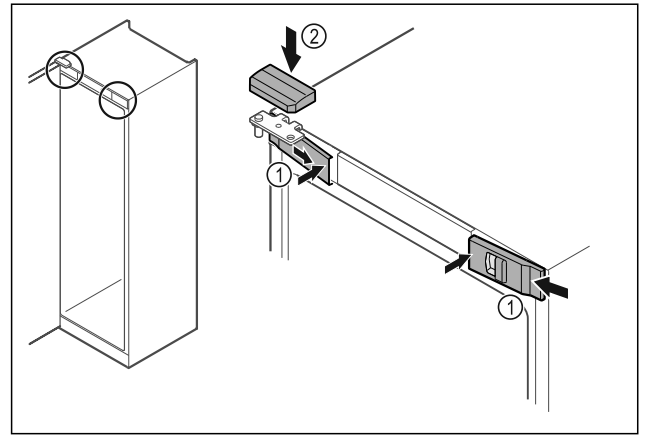

Fig. 48 *
- ▶ Voorste afdekkingen Fig. 48 (1) zijdelings aanbrengen en van binnen vastklikken.*
- ▶ Bovenste afdekking Fig. 48 (2) van boven vastklikken.*